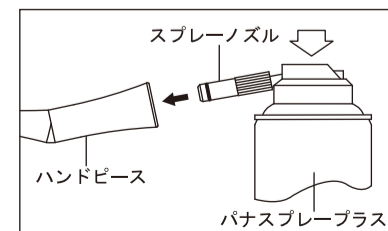

図7
- 3) スプレーノズルをハンドピース後部へ挿し込み、ハンドピースを押さえて、ハンドピース先端よりオイルが出るまで2秒以上スプレーします。注油は先端から異物等の汚れが出なくなるまで繰り返し行います。（図7）